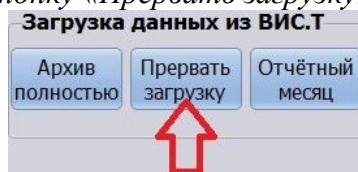

Рисунок 22.
5.2.9. При необходимости можно остановить чтение архивных данных теплосчётчика нажатием на кнопку «Прервать загрузку» (рисунок 22).